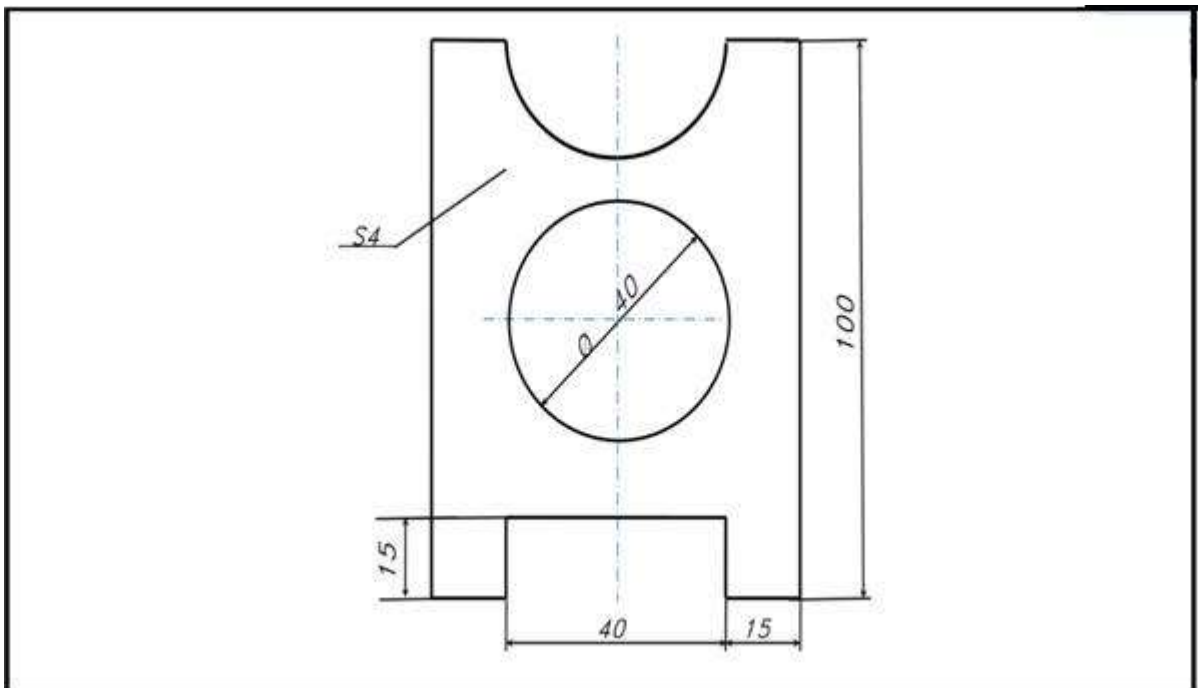

Рис. 1. Деталь боковая стенка
3. По чертежу изготовить боковую стенку (рис. 1).